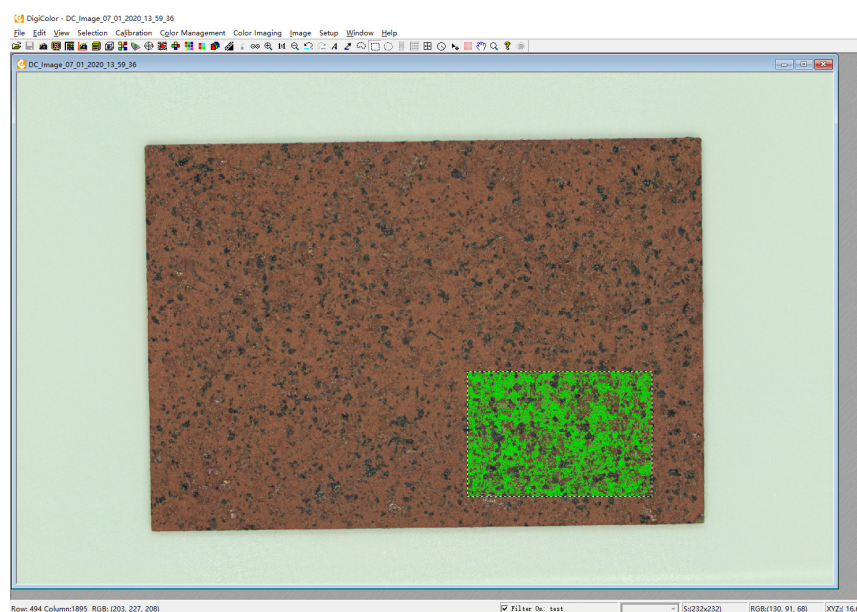

图 4-7 矩形选择工具与过滤器联合使用效果
- 3) 与通常方法一样，用普通工具（如矩形选择工具）选择测量区域（如图 4-7 所示），此时矩形选区中被指定颜色标记的像素为选中测量颜色。